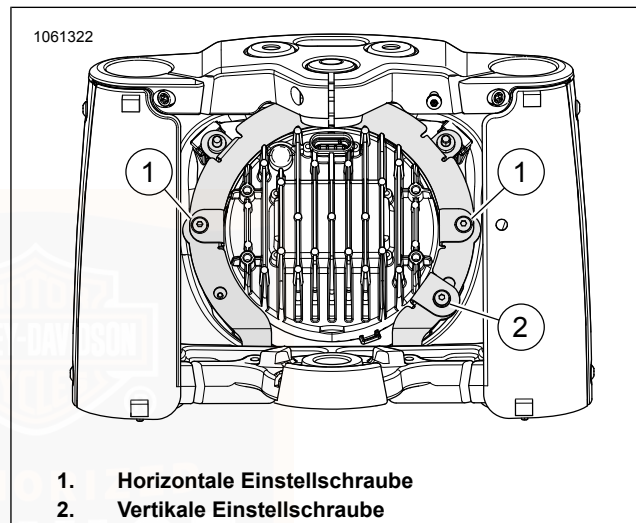

Abbildung 81. Scheinwerfereinstellung
1. Siehe Abbildung 81. Die horizontale Einstellschraube (1) drehen. Den Scheinwerfer horizontal ausrichten, bis der Lichtstrahl gerade nach vorne zeigt.
2. Die vertikale Einstellschraube (2) drehen. Den Scheinwerfer vertikal so weit neigen, bis der Strahl auf der Mitte der horizontalen Linie liegt.